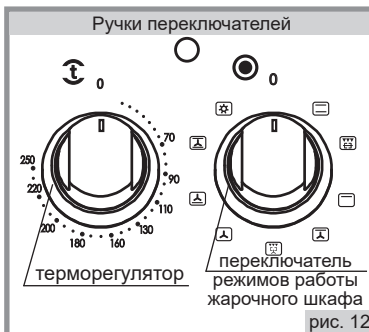
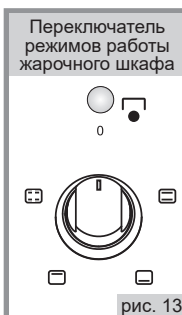

рис. 12
рис. 13
■ Установка рабочей температуры в жарочном шкафу обеспечивается терморегулятором, который задает необходимую температуру (рис.12). Значения температур указаны на панели управления и являются ориентировочными, могут колебаться в пределах $\pm 15^{\circ}\text{C}$.
■ Для включения нагревательных элементов необходимо повернуть по часовой стрелке ручку терморегулятора (рис.12) и установить выбранный температурный режим. При этом у плит имеющих две электроконфорки (рис. 13) загорается желтая сигнальная лампочка.